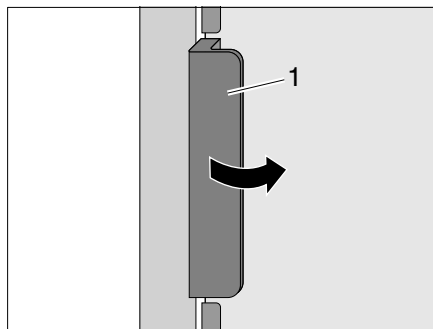
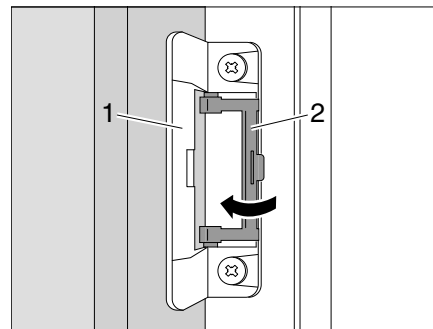

Bild 344 Öppna kylskåpsdörren
Bild 345 Låsa i ventilationsläge
Öppna: ■ Öppna kylskåpsdörren med handtaget (Bild 344,1). Låset (Bild 345,1) lossas automatiskt.
■ Fäll upp spärren (Bild 345,2).